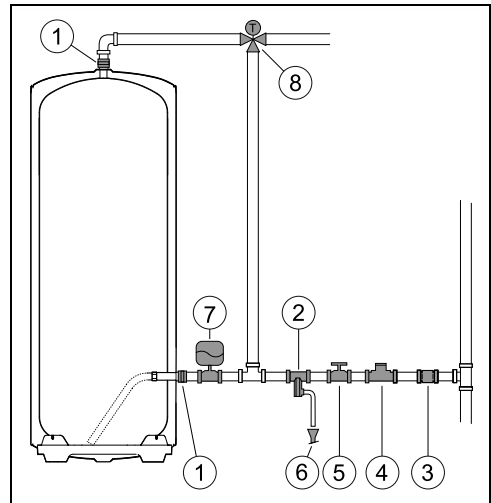

Fig. 8 Ligação de água
- ▶ Fechar a válvula de corte de água (→ fig. 8, [5]).
- ▶ Instalar uma válvula redutora (fig. 8, [4]). A válvula de descarga vai atuar sempre que a pressão da água no aparelho for superior a 8 bar ( $\pm 0,5$  bar), pelo que é necessário prever uma forma de canalizar o escoamento dessa água.
- ▶ Instalar um vaso de expansão (fig. 8, [7]) para evitar que a abertura da válvula de descarga seja tão frequente. O volume do vaso de expansão deve ser o equivalente a 5% do volume do aparelho.